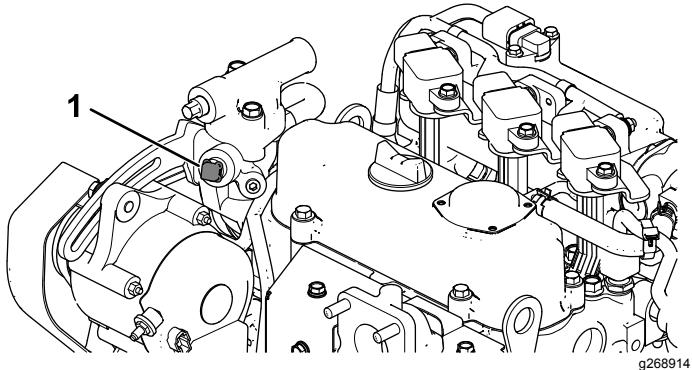

Рисунок 12
- Снимите заглушку с корпуса термостата (Рисунок 12).